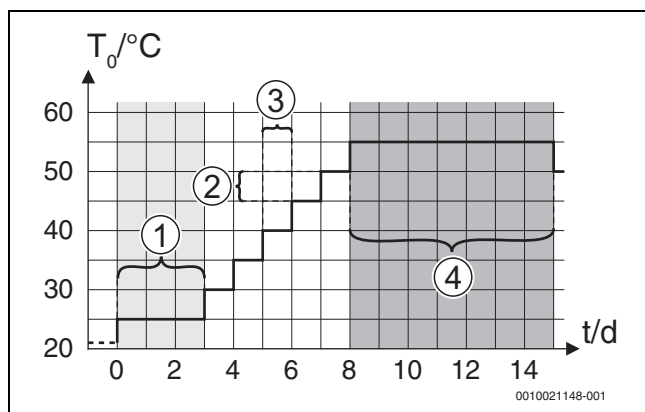
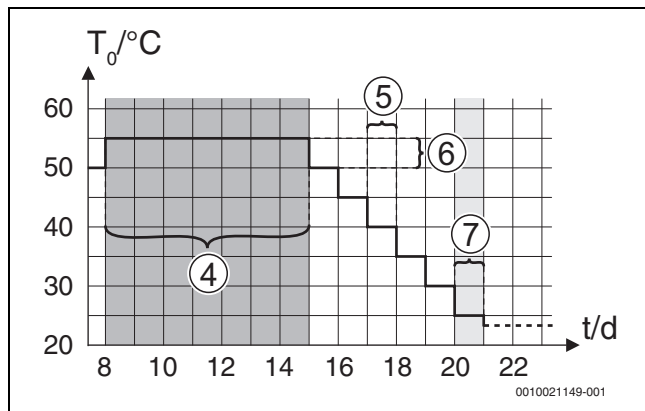

Bild 8 Ablauf der Estrichtrocknung mit den Grundeinstellungen in der Aufheizphase
Bild 9 Ablauf der Estrichtrocknung mit den Grundeinstellungen in der Abkühlphase
**Legende zu Abb. 8 und Abb. 9:**
| Wartezeit bevor Start | Phase überspr.: Das Estrichtrocknungsprogramm startet sofort für die ausgewählten Heizkreise.[1 ... 50] Tage: Das Estrichtrocknungsprogramm startet nach der eingestellten Wartezeit. Die gewählten Heizkreise sind während der Wartezeit ausgeschaltet, der Frostschutz ist aktiv (→ Abb. 8, Zeit vor Tag 0) |
Tab. 10 Einstellungen im Menü Estrichtrocknung (Abb. 8 und 9 zeigen die Grundeinstellung des Estrichtrocknungsprogramms)